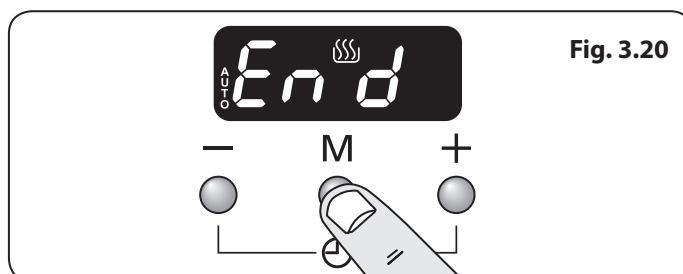

Fig. 3.20
1. Appuyer sur le bouton mode [M] 3 fois, jusqu'à ce que l'écran clignote (Fin) (Fig. 3.20).